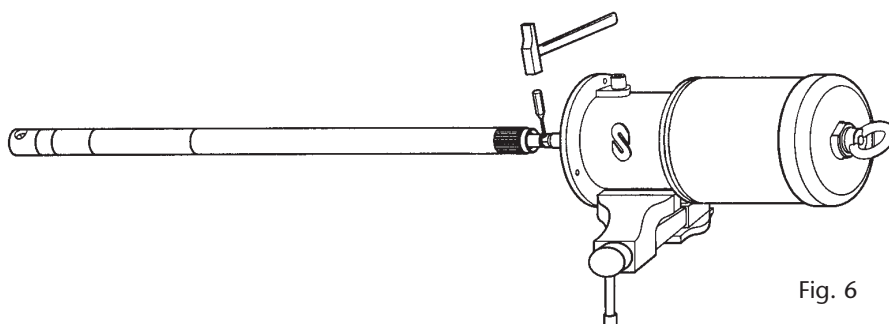

Fig. 6
2. Remove the pin (51) (fig. 6) and unscrew the rod (52) until it is loose.
2. Retirer le goujon (51) à l'aide d'un repoussoir (fig. 6) et desserrer la tige (52) jusqu'à ce que cette dernière se lâche.
2. Quite el pasador (51) con un botador (fig. 6) y desenrosque la varilla (52) hasta soltarse.
2. Den Stift (51) (Bild 6) entfernen und die Kolbenstange (52) ganz abschrauben.